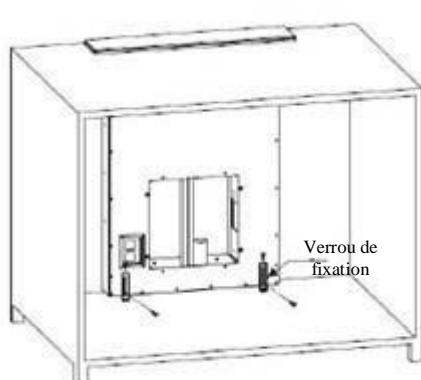

Fig. 3
2. Placez la hotte dans le trou de l'armoire (Voir fig. 2). Utilisez 4 vis ST4\*8 et vis ST4\*14 et un verrou de fixation pour fixer la hotte (Voir fig. 3).